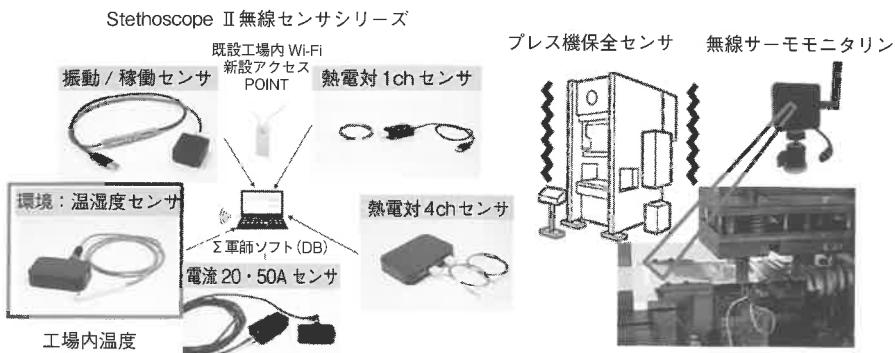

図 11 設備保全・監視用無線センサ「Stethoscope II」と「サーモモニタリン」
「プレスDX」において、その目的は“不良削減”と生産のチョコ停、ドカ停をなくしたいという“予兆保全”的ニーズが高い。現状、生産作業者ないし保全員の経験と勘、五感に頼った日常点検や定期点検が主流であるが、昨今のベテラン職人の退職や多能工化という大きな要因により保全の“質”に不具合が発生している。その対策にデジタルセンシングが脚光を浴びており、①保全員の携帯用無線センサ、②日常点検用常設無線センサ、③局所的なセンシングで「温度・振動・熱電対・電流無線センサ：Stethoscope II」の需要が高い(図11)。